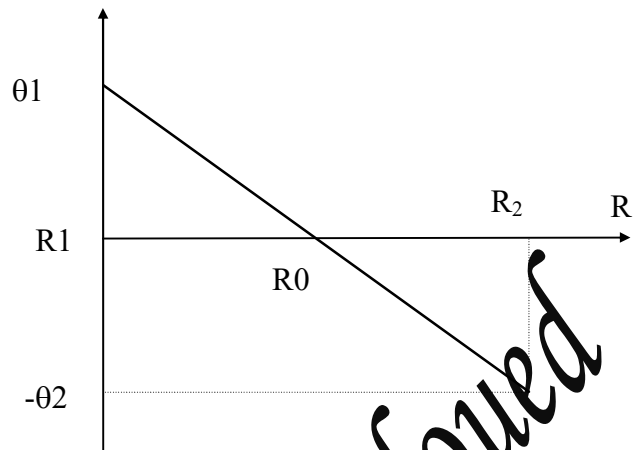

Fig.3: Relation entre la résistance et la déviation
Prenant un galvanomètre à zéro milieu. En donnant à R une valeur (par exemple R_1) pour laquelle on a une déviation du galvanomètre (à zéro milieu) à droite (θ_1) ensuite on lui donne une autre valeur de $R_2 = R_1 + \rho$ de telle sorte qu'on aura une déviation à gauche (θ_2). Si on suppose que les valeurs des résistances sont proportionnelles avec les déviations alors on peut avoir la relation linéaire entre la résistance et la déviation comme le montre la figure 3. D'où on
- Prendre les résultats et déterminer la valeur de R_x en utilisant l'interpolation (figure 3).